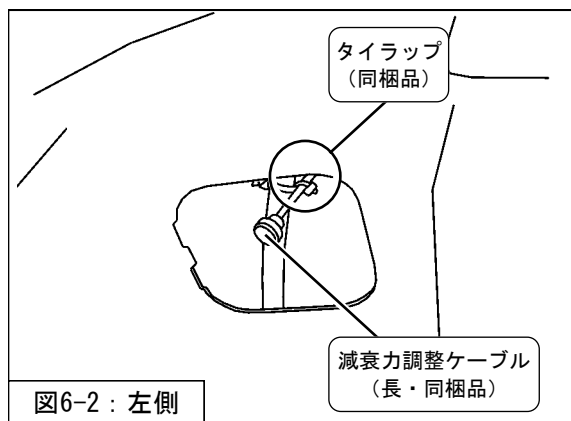
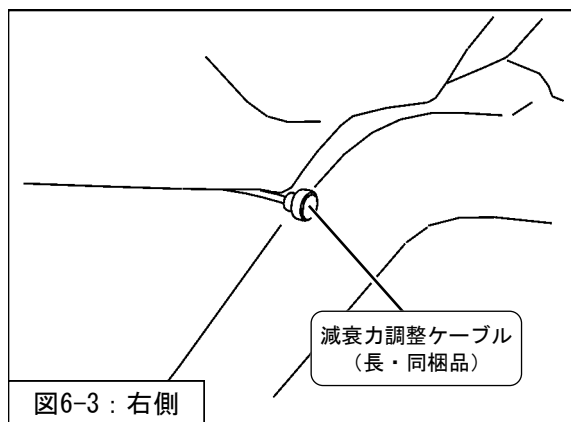
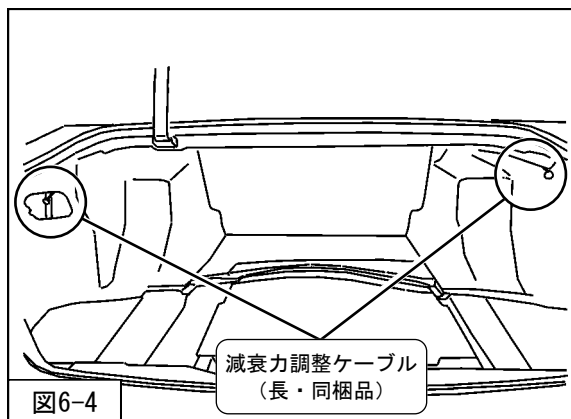

図6-2：左側
図6-3：右側
図6-4
4. 左側はタイラップ(同梱品)を使用して、ホースまたは配線等にケーブルを固定してください。(図6-2・図6-4)
5. 右側は内張りの隙間からケーブルを出してください。(図6-3・図6-4)